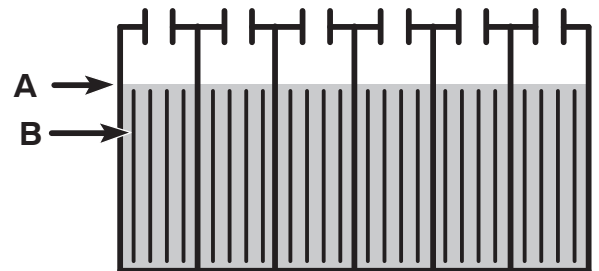

FIG. 22
Le niveau d'électrolyte (A) doit légèrement recouvrir les plaques de batteries (B). Ajoutez de l'eau distillée si nécessaire. NE REMPLISSEZ PAS TROP, le fluide va augmenter de volume et risque de déborder lors de la mise en charge. Remettez les bouchons sur les éléments, avant la mise en charge (Figure 22).